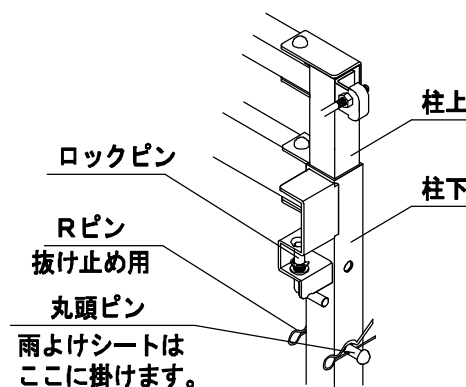

図5
- ① ロックピンを外して、梁Dを柱下の梁受けから外します。(図5参照)
- ② Rピン(抜止め用)を抜き、丸頭ピンを外します。
- ③ 変更する高さ・容量に合わせて、柱上と柱下の穴位置を合せます。
- ④ 丸頭ピンを入れ、柱上と柱下の穴に通し、柱上と柱下を固定します。
- ⑤ 丸頭ピンにRピン(抜止め用)を差し込みます。
- ⑥ 梁Dを柱上の梁受けに入れ、ロックピンを差し込みます。